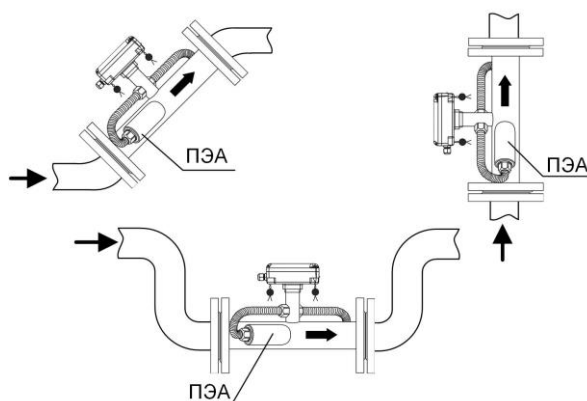

Рис.2. Рекомендуемые места установки ПП расходомера.
- ПП не должен располагаться в самой высокой точке трубопровода; наиболее подходящее место для монтажа (при наличии) – восходящий, либо нижний участок трубопровода (см. рис.2);
- при монтаже расходомера в наклонный или вертикальный трубопровод устанавливать вторичный преобразователь гермовводами вниз (рис.2);